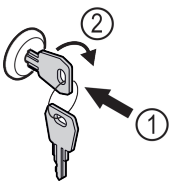

Fig. 192
- ▶ Вставьте ключ Fig. 192 (1).
- ▶ Поверните ключ на 90° по часовой стрелке Fig. 192 (2).